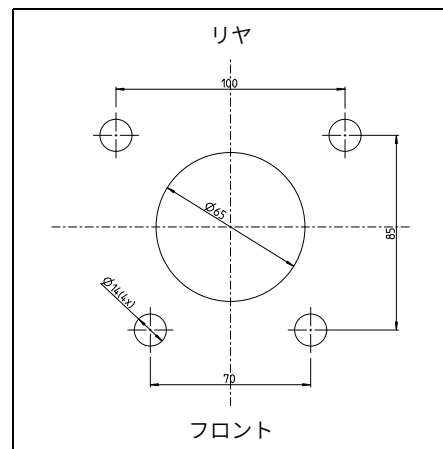

図 2: 穴あけ寸法
- ▶ アンカーロッドの寸法については、図 2 を参照してください。